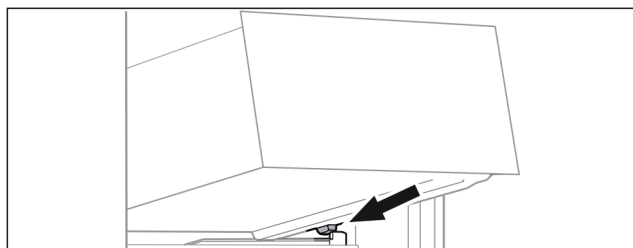

Fig. 100
- Lade schuin achter de stoppers op containerrib plaatsen. (zie Fig. 100)